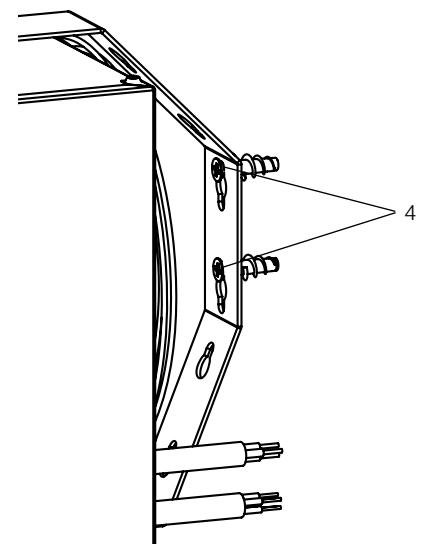

Рис.6 – Паз фиксации на кронштейне подвеса.
- 2) Подвесить прибор (1) совместив шляпки дюбель-гвоздей (2) (не входят в комплект поставки) с проходными отверстиями на кронштейне подвеса (3) (Рис. 6)
- 3) Сместить в паз для фиксации (4). (Рис. 6)